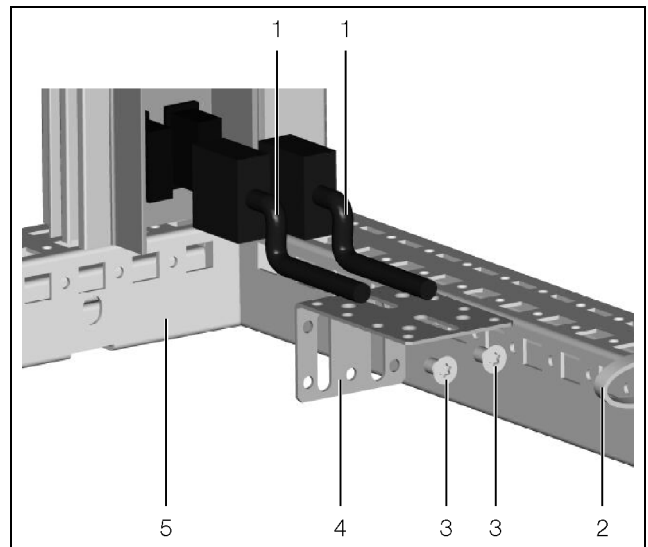

Abb. 5: Beispiel für Montage einer Zugentlastung
- Befestigen Sie den Winkel (Abb. 5, Pos. 4) mit den mitgelieferten Schrauben (Abb. 5, Pos. 3) am Bodenrahmen (Abb. 5, Pos. 5).
- Fixieren Sie das Anschlusskabel (Abb. 5, Pos. 1) mit den beiliegenden Kabelbindern (Abb. 5, Pos. 2) am Kabelabfangwinkel.